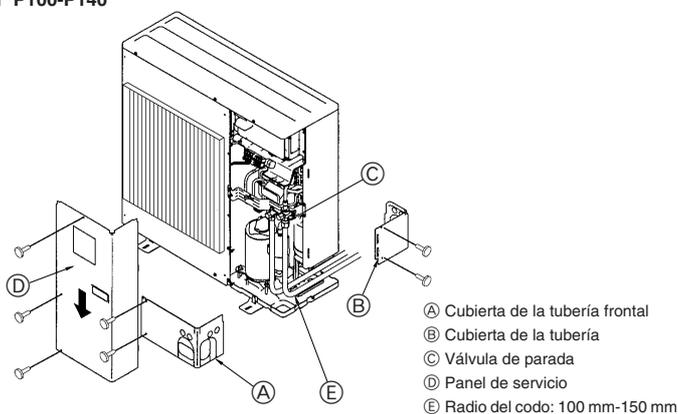

Fig. 4-3
4.3. Tubos de refrigerante (Fig. 4-3)
- Quite el panel de servicio (D) (tres tornillos) y la cubierta de la tubería frontal (A) (dos tornillos) y cubierta de la tubería posterior (B) (dos tornillos).